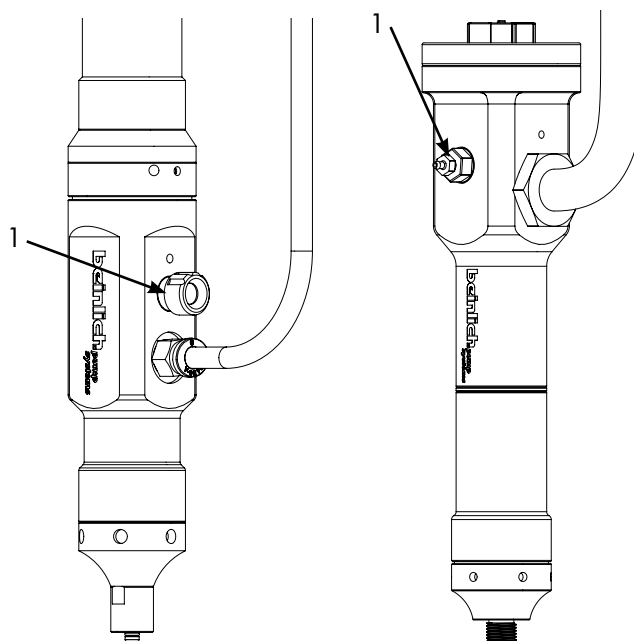

Abb.1
- Bringen Sie die Pumpe in Position (Abb.1) und öffnen Sie die Kartusche oder beaufschlagen den Behälter / Zuleitung mit Druck.